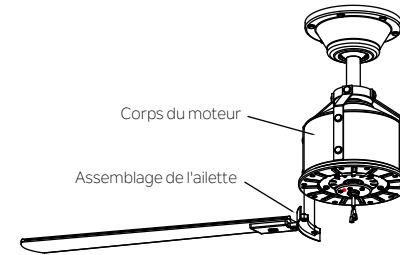

Fig. 18
Étape 2. Fixer l'aillette aux trous situés sur la partie inférieure du volant. Serrer les deux vis du moteur "pré-installées" dans le bras de l'aillette. Répéter les étapes pour les autres assemblages d'aillette (Fig. 18).